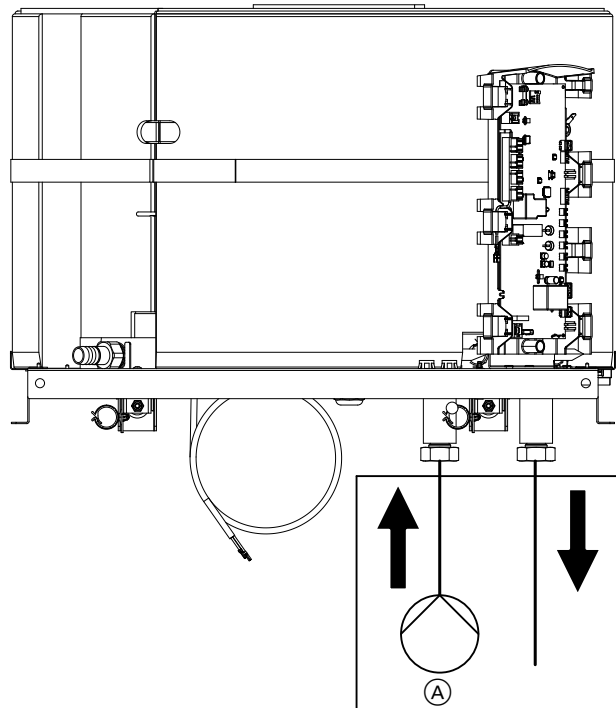

Abb. 35
2. Spülvorrichtung (A) an den Wasseranschluss montieren und entgegen der normalen Fließrichtung spülen: Siehe Abb. 35.